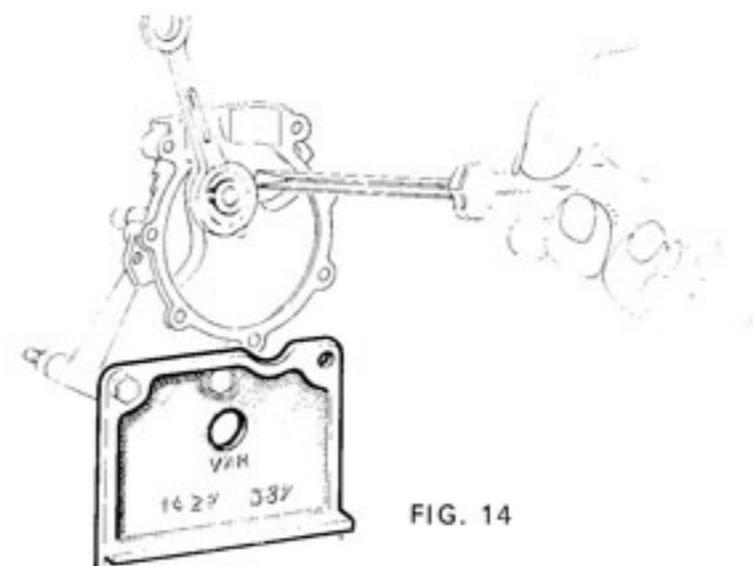

FIG. 14
- Enlever le couvercle et dévisser la vis de maintien de roulement dans le carter (voir figure 14) voir nota.